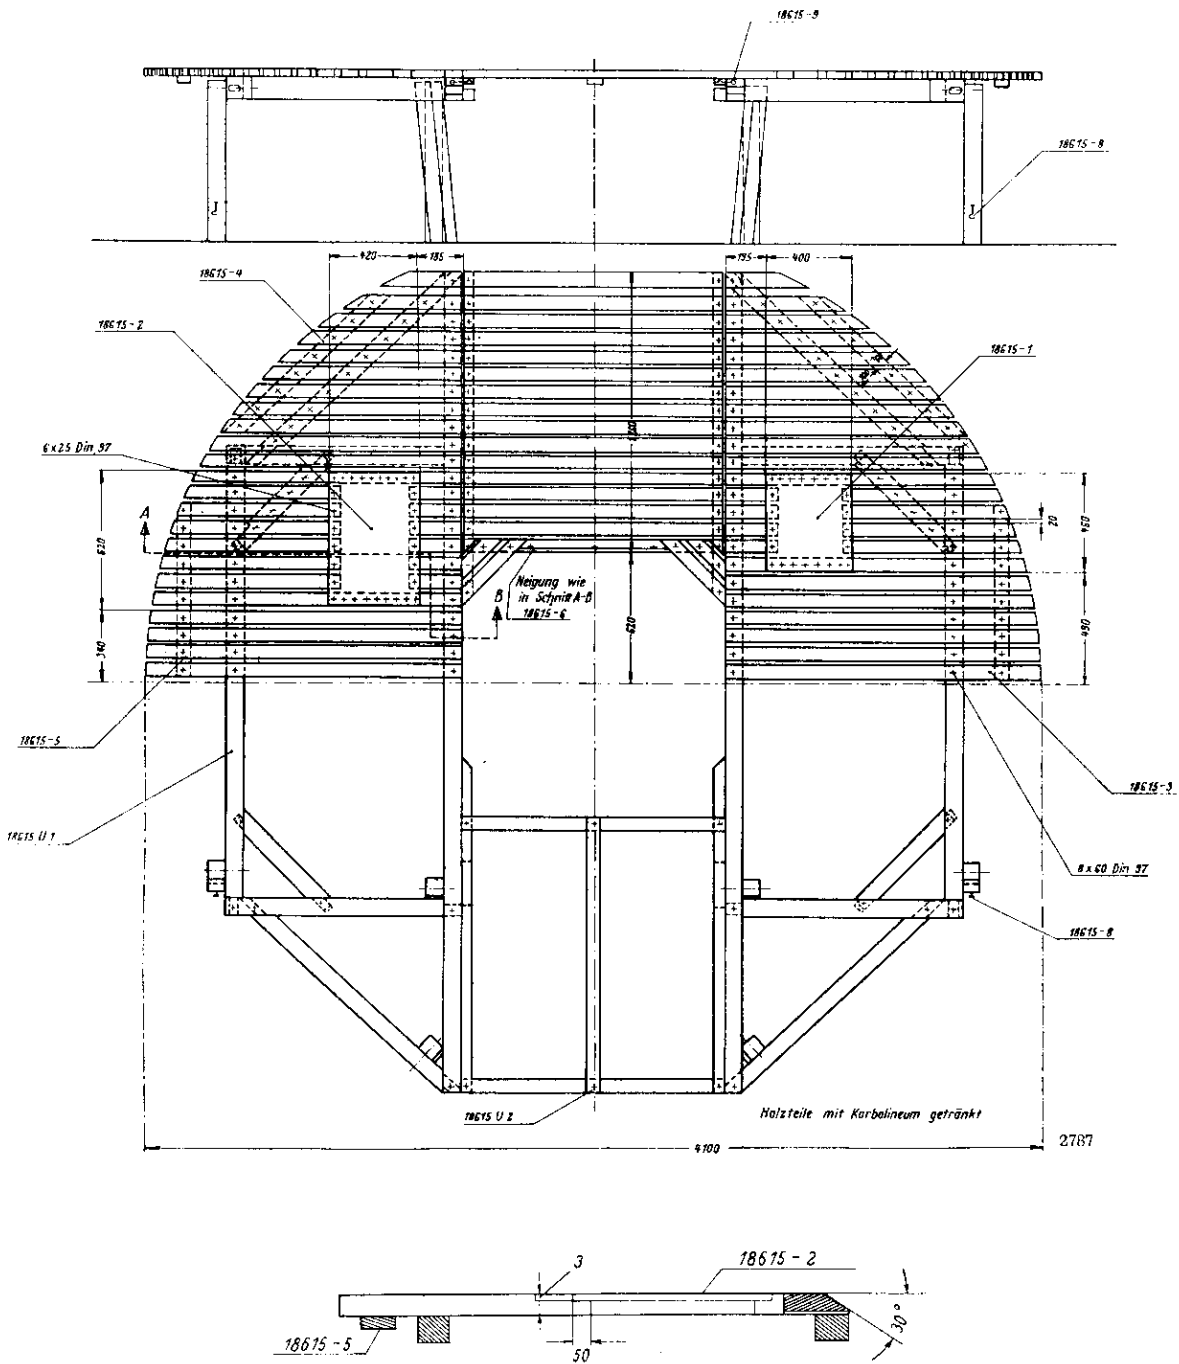
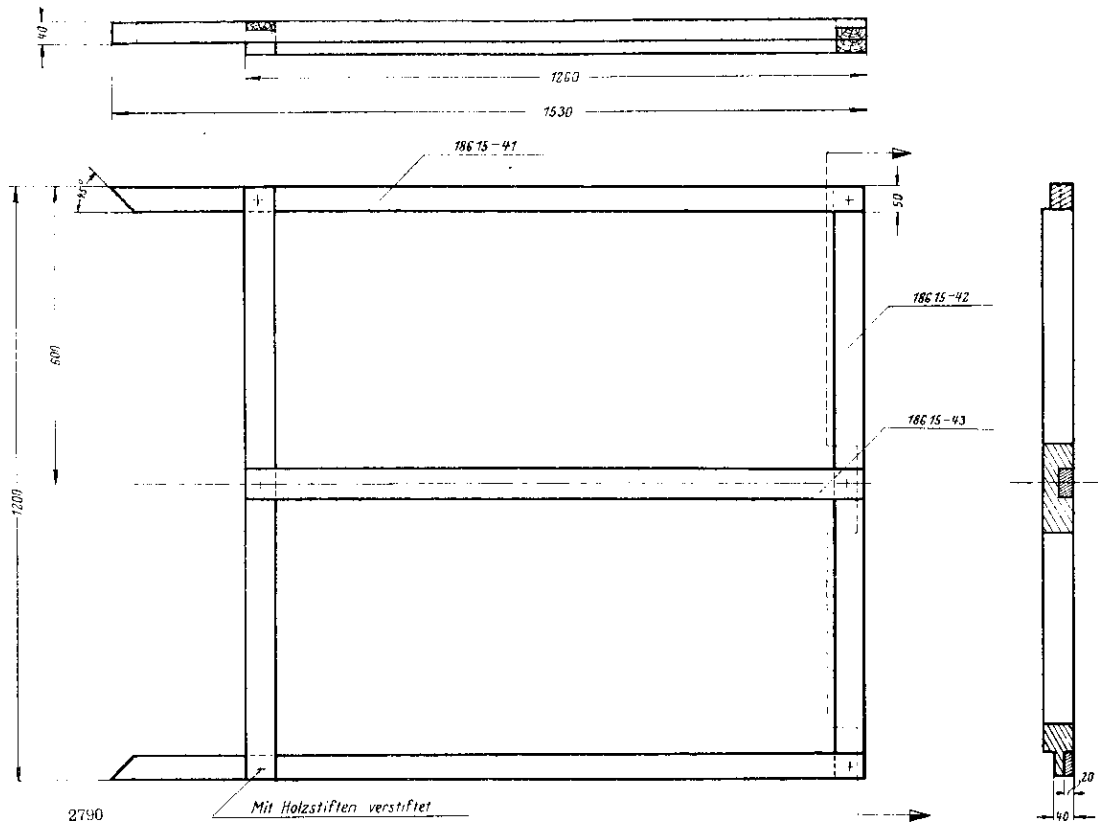

Abb. 2. Gesamtzeichnung des Laufsteges für FuSE 62
Abb. 5. Traggerüst, Mittelteil
Der Laufsteg wird aus normalem, lieferbarem Holz ohne besondere Festigkeit, das mit Karbolineum stark getränkt werden muß, aufgebaut. Die Aufbaumaße sind aus Abb. 2...5, die benötigten Aufbaumaterialien aus der Stückliste zu entnehmen.
1. Zwei Seitenteile mit je sechs umklappbaren Füßen, bestehend aus je einem Traggerüst nach Abb. 3, das mit Bohlen nach Abb. 2 belegt ist. Dabei ist zu beachten, daß die im Bohlenbelag vorzusehenden Aussparungen für die Bleche 18 615-1 bzw. 18 615-2 (s. Abbildung 4) verschieden groß sind. Außerdem müssen, wie aus Schnitt A—B (Abb. 2) hervorgeht, die Bohlenbeläge in der Mitte des Innenteiles abgschrägt sein.
2. Zwei genau gleiche Mittelteile, bestehend aus je einem Traggerüst nach Abb. 5, mit Bohlen nach Abb. 2 belegt. Auch hier ist, wie aus Abb. 2 hervorgeht, die gleiche Abschrägung wie bei den Seitenteilen notwendig.
Die Nummern unter „Besondere Angaben“ sind Telefonken-Sachnummern (z. B. 18615-1), vgl. hierzu Abb. 2...5.